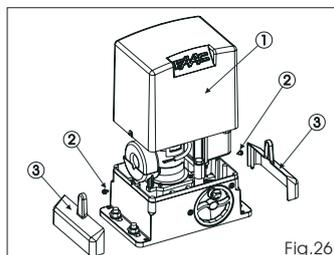
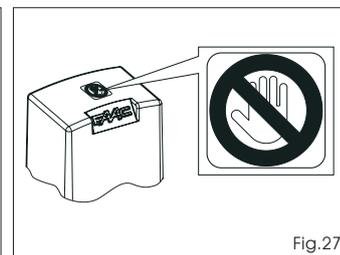

Fig.26
Fig.27
Una vez terminada la instalación del operador, realice una atenta comprobación funcional de todos los accesorios y de los dispositivos de seguridad conectados. Coloque de nuevo el soporte de la tarjeta en su posición original. Introduzca el cárter, Fig. 26 ref. 1, y apriete los dos tornillos laterales suministrados en dotación (Fig. 26 ref. 2) y introduzca a presión los paneles laterales (Fig. 26 ref. 3). Aplique el adhesivo de señalización de peligro sobre la parte superior del cárter (Fig.27). Entregue al Cliente la página "Guía para el Usuario" y descríbalas el correcto funcionamiento y uso del motorreductor, indicándole las zonas de potencial peligro de la automatización.